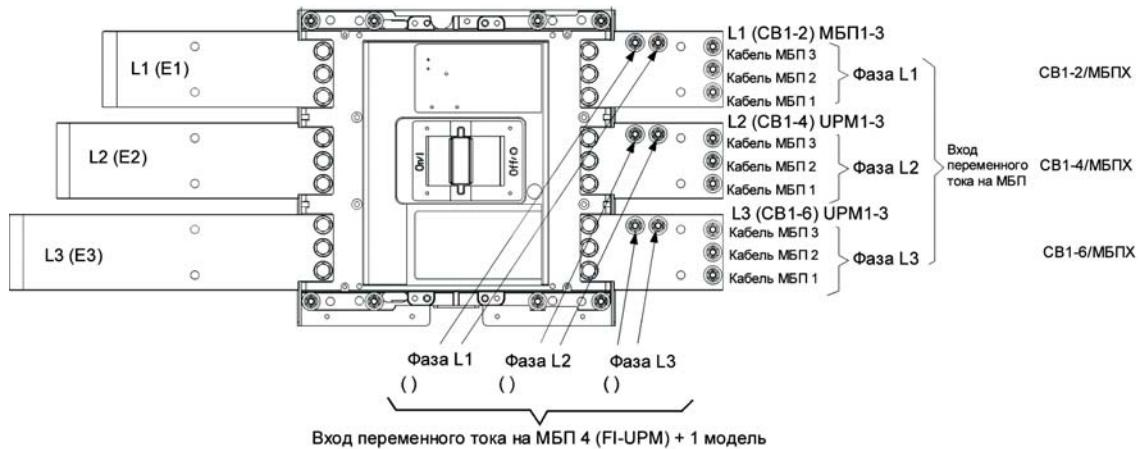
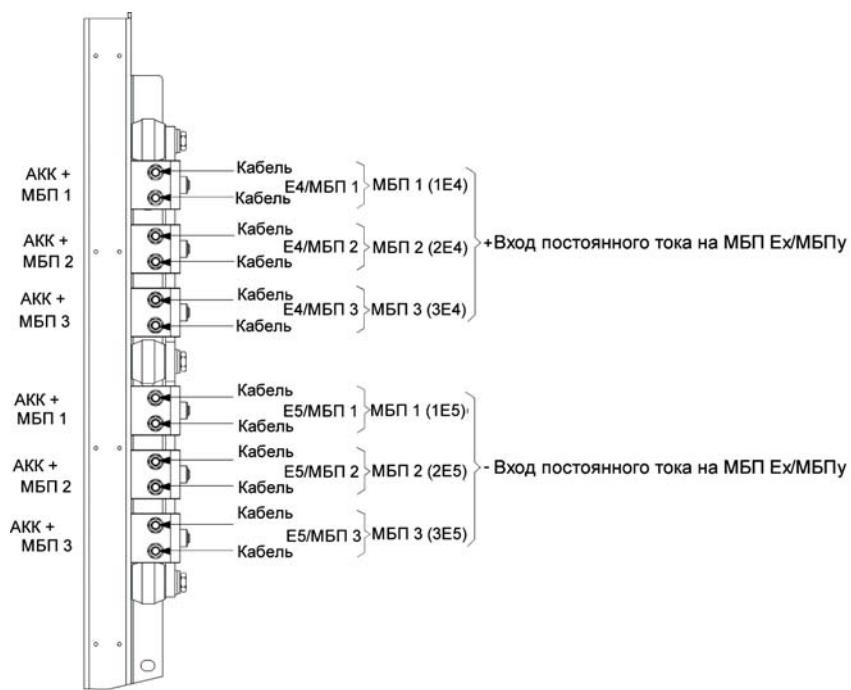
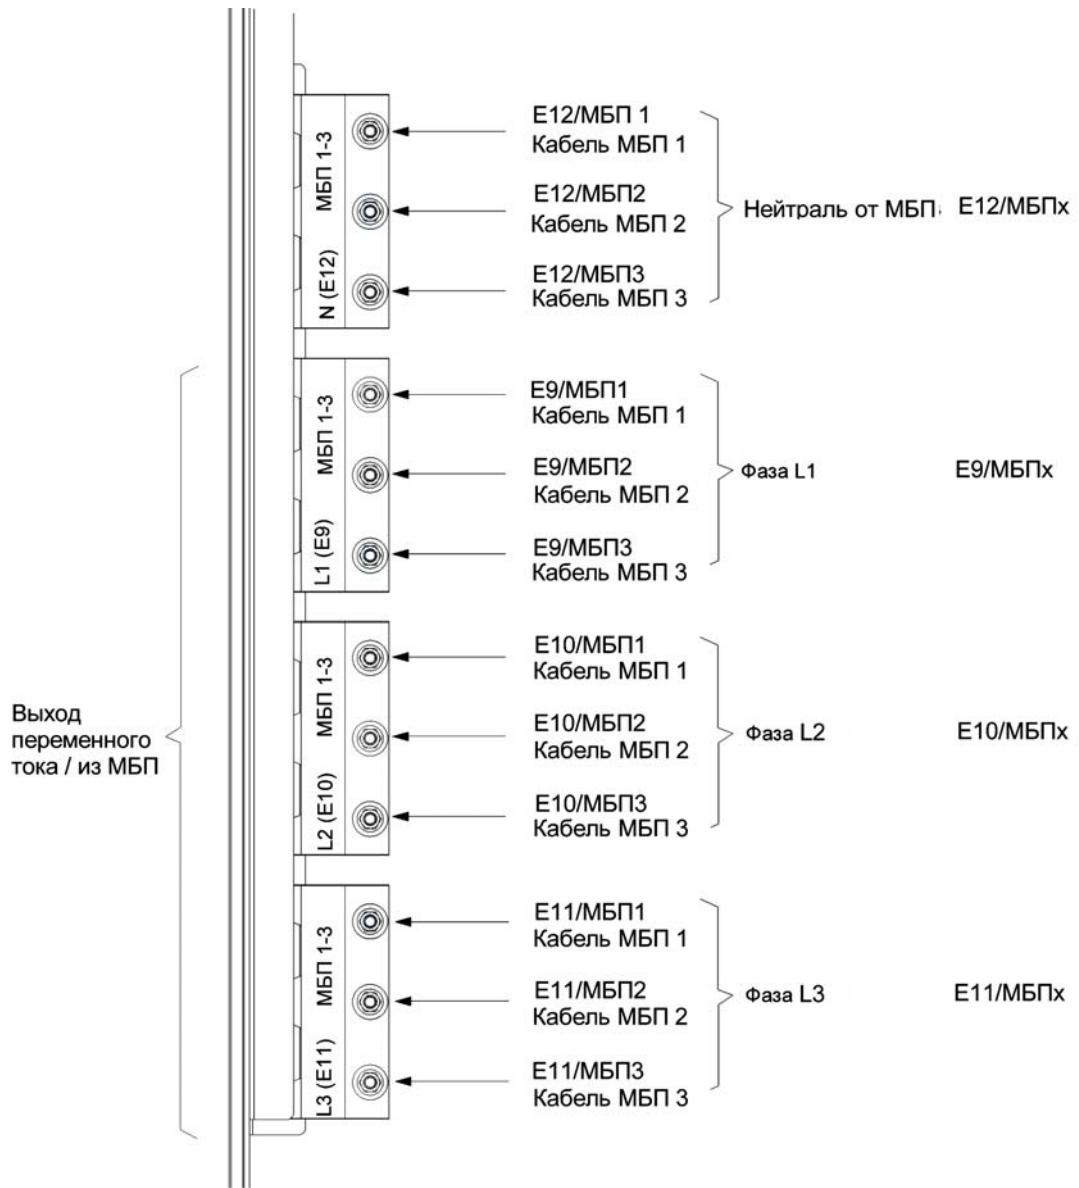

Рис. 4-8. Узел входной клеммы питания секции ISBM ИБП
Рис. 4-9. Узел аккумуляторной входной клеммы питания секции ISBM ИБП
Рис. 4-10. Узел соединительной клеммы питания секции ISBM ИБП
7. Используя крепежный комплект для подключения межстоечной проводки, подключите кабельные наконечники фаз L1, L2 и L3 к клеммам входного переменного тока UPM. Для подключения кабельных наконечников к соответствующим клеммам следуйте инструкциям на Рис. 4-8 на стр. 45.
- Используя крепежный комплект для подключения межстоечной проводки, подключите положительные и отрицательные кабельные наконечники к клеммам входного постоянного тока UPM. Для подключения кабельных наконечников к соответствующим клеммам следуйте инструкциям на Рис. 4-9 на стр. 45.
- Используя крепежный комплект для подключения межстоечной проводки, подключите кабельные наконечники фаз L1, L2 и L3 и нейтрали к клеммам выходного переменного тока UPM. Для подключения кабельных наконечников к соответствующим клеммам следуйте инструкциям на Рис. 4-10. См. Разд. 3.2.2 на стр. 24 для получения информации о требованиях к проводке и подключению.
- При использовании моделей 675-825 кВА установите оставшееся оборудование (три шайбы, конические шайбы и гайки) на клеммы входа переменного тока UPM, предназначенные для систем с полевым UPM, и закрепите оборудование (см. Рис. 4-8). Это оборудование предназначено для использования в случае установки полевого UPM (FI-UPM), и позволяет модернизировать ИБП до уровня системы с полевым UPM.
Подробные сведения о клеммах питания, показанных на рисунке вверху, см. на Рис. 4-8, Рис. 4-9 и Рис. 4-10.